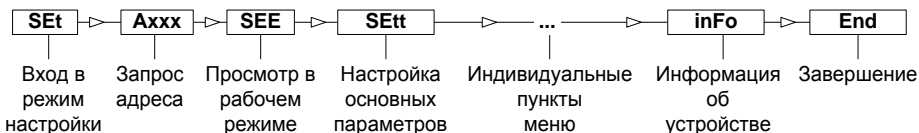

Рисунок 12
3.7.5.1 Каждое устройство имеет индивидуальное меню в режиме настройки, приведенное в его РЭ (пример – меню сигнализатора на рисунке 16). Меню устройств содержит ряд пунктов, каждый из которых объединяет несколько параметров (настроечных или информационных), определяющих функции устройства. Есть обязательные пункты, присутствующие у всех устройств: **SEE**, **SEtt** и **inFo** (рисунок 12).